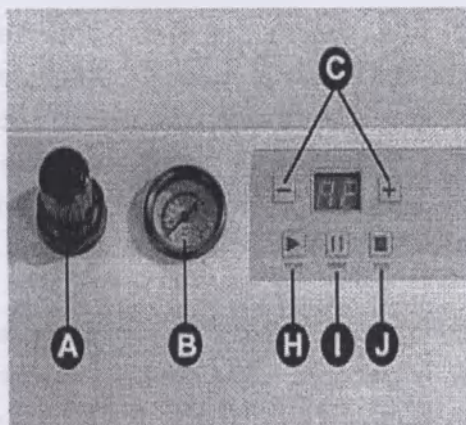

Рис. 18
10. Проверьте желаемое струйное давление на манометре (рис. 18-В) и при необходимости измените давление с помощью редуктора (рис. 18-А). Регулировка струйного давления возможна после выдергивания нажимной кнопки из положения фиксации.